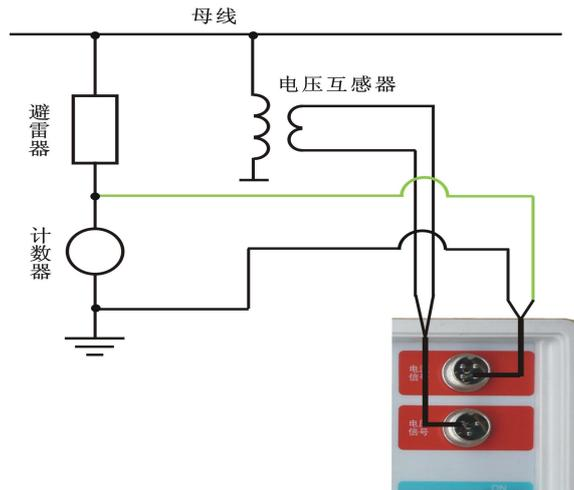

图 3 有线模式（测量相序 B:单相）测试接线示意图
2) 有线模式（测试相序：**B**，单相）测试接线示意图，见图 3